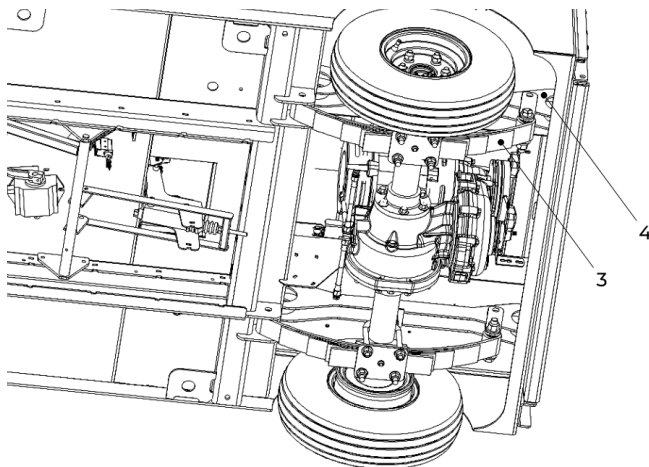

Figure 32. Plaques de montage de la suspension en arrière.
- Plaques de montage de la suspension arrière (3) (voir figure 32).